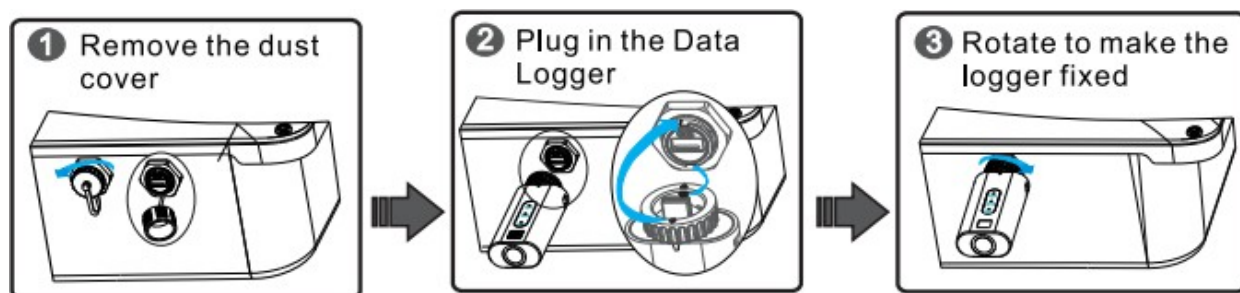

Figura 3-5 Installazione del raccogliatore di dati
1. Questo passaggio è valido solo nei casi in cui il raccogliatore di dati sia configurato. La Figura 3-5 illustra il metodo di installazione.